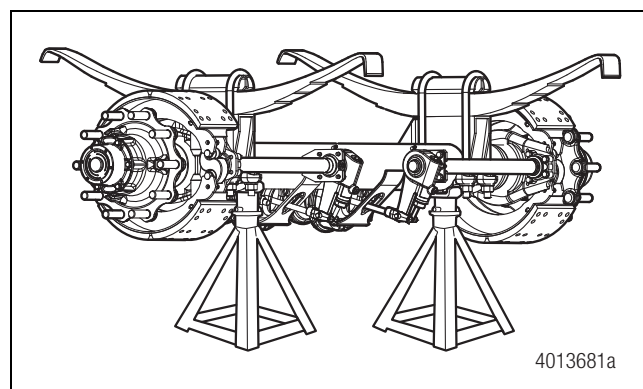

Figura 3.1
3. Coloque pedestales de seguridad debajo del bastidor del semirremolque o debajo de cada asiento de resortes de los ejes. Figura 3.1.